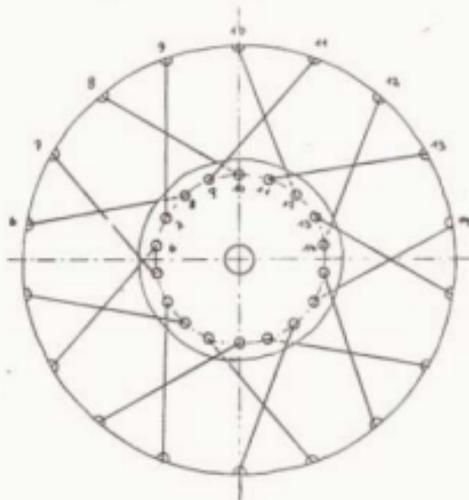

Bild 206
- Die in Bild 206 an Sauteil 6 in Richtung +1 Uhr gut erkennbare Nut muss beim Einsetzen des Vorderrades unbedingt in den korrespondierenden Zapfen am Gleitrohr der Teleskopgabel einspielen – Bremsankerplatte ist sonst nicht verankert!